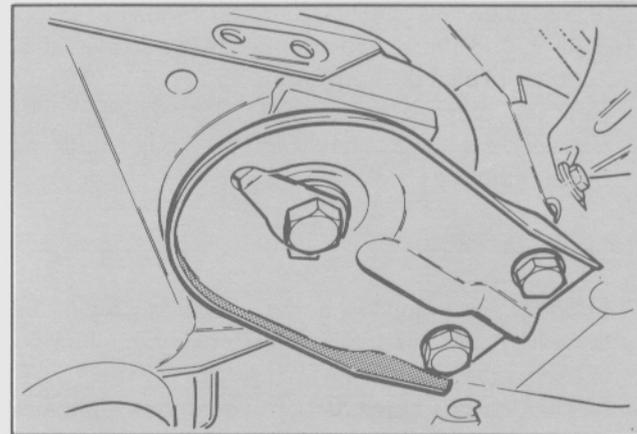

Fig. 58. Colocación de la placa guía
- Montar los dos tornillos de sujeción de la placa guía (Fig. 58).